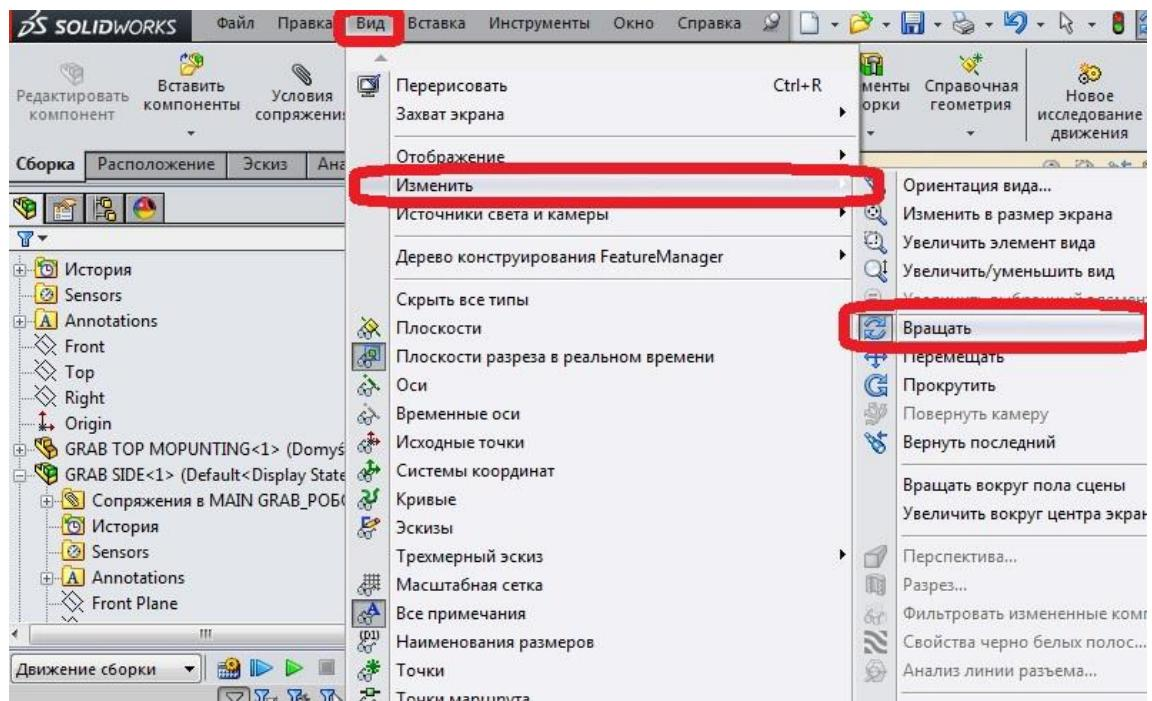

Рис. 9. Зміна положення виду.
3.4.2. Поверніть збірку в інше положення. Для цього виберіть Обертати вид (панель інструментів Вид > Змінити > Обертати див. рис.9)